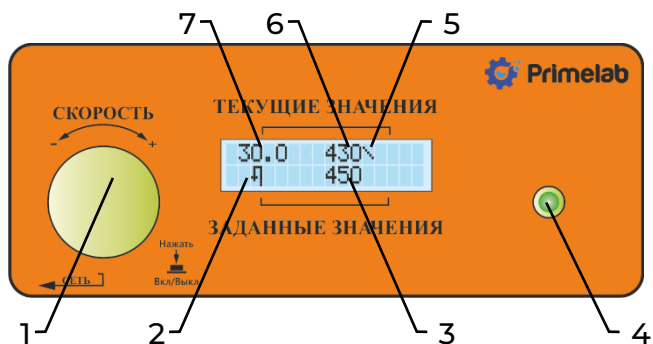

Рис. 9.1 Внешний вид лицевой панели прибора
9.1.1 Внешний вид лицевой панели прибора приведен на рис. 9.1.
11.1 Сигнальный символ «внешний датчик РТ1000 подключен» 3 (рис. 9.1) отображается после подключения датчика к разъему. Регулятор нагрева поддерживает температуру рабочей среды, используя показания этого датчика.